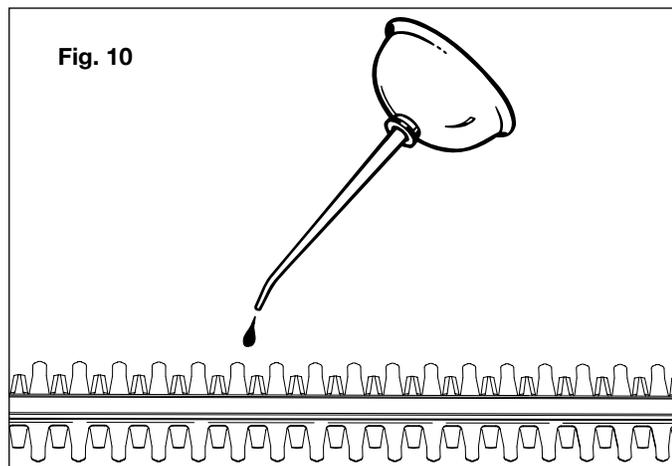

Fig. 10
2. Coloque la bordeadora de arbustos en una superficie plana. Aplique aceite para máquinas ligeras a lo largo del borde superior del juego de cuchillas (Fig. 10).